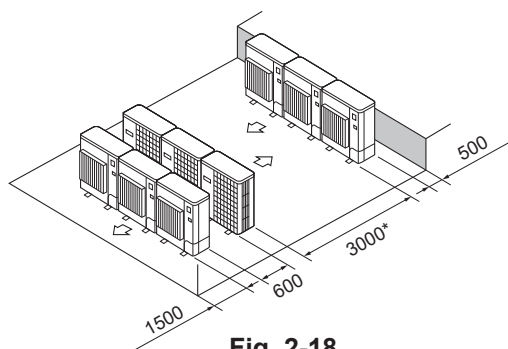

Fig. 2-18
- (6) Plassering av flere parallellenheter (Fig. 2-18)